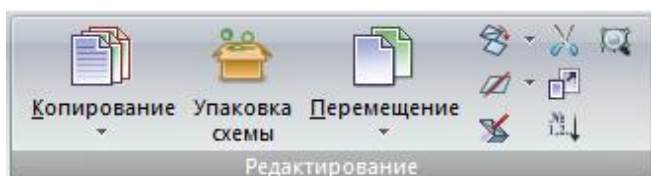

Рис. 14. Панель **Редактирование**
- **Редактирование** (рис.14) – операции по базовому редактированию схемы (копирование, перемещение, масштабирование), упаковка схемы, редактирование триангуляционной сетки, упорядочения нумерации узлов и/или элементов
Панель **Редактирование** (рис.14) содержит следующие команды: